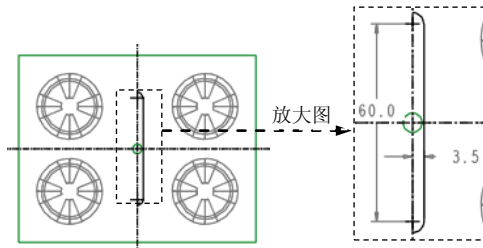

图 22.13 截面草图
(1) 单击 **模型** 功能选项卡 **切口和曲面** ▾ 区域中的 **旋转** 按钮。
(2) 定义草绘截面放置属性。右击，从快捷菜单中选择 **定义内部草绘...** 命令。草绘平面为 MAIN_PARTING_PLN 基准平面，草绘平面的参考平面为 ADTM3 基准平面，草绘平面的参考方向是 **右**。单击 **草绘** 按钮，系统至此进入截面草绘环境。
(3) 进入截面草绘环境后，选取 ADTM2 和 ADTM3 基准平面为参考，绘制图 22.13 所示的截面草图。完成特征截面的绘制后，单击“草绘”操控板中的“完成”按钮 。
(4) 定义旋转角度。旋转角度类型为 ，旋转角度为 -180° 。
(5) 在“旋转”操控板中单击操控板中的 按钮，完成特征创建。